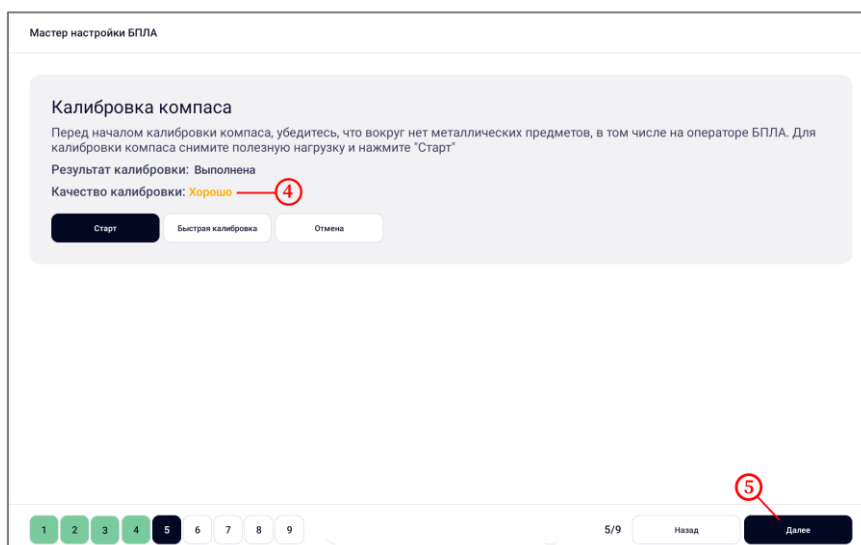

Рисунок 13 – Результат калибровки
- результат калибровки будет показан на экране в поле «Результат калибровки:» (рисунок 13, шаг 4);
- нажать на кнопку «Далее» (рисунок 13, шаг 5).